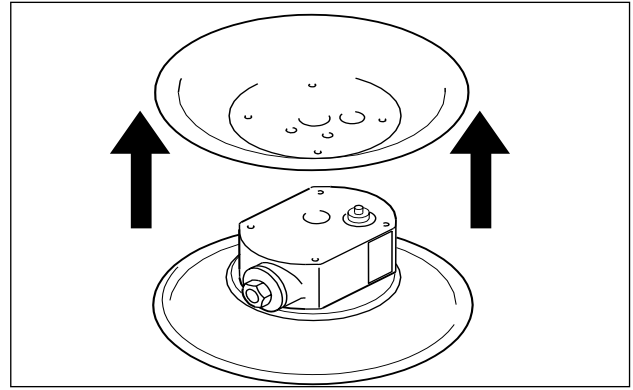

Abb. 12: Demontage der Luftkammern
- Luftkammern vom Mittelblock abschrauben (nur bei Metallpumpen, Ausnahme: DB-Membranpumpen, DH) (Abb. 12).